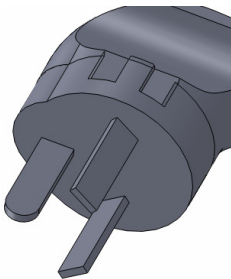

图 15-68 创建圆角特征
- (2) 单击【确定】按钮, 即可创建圆角特征, 如图 15-68 所示。